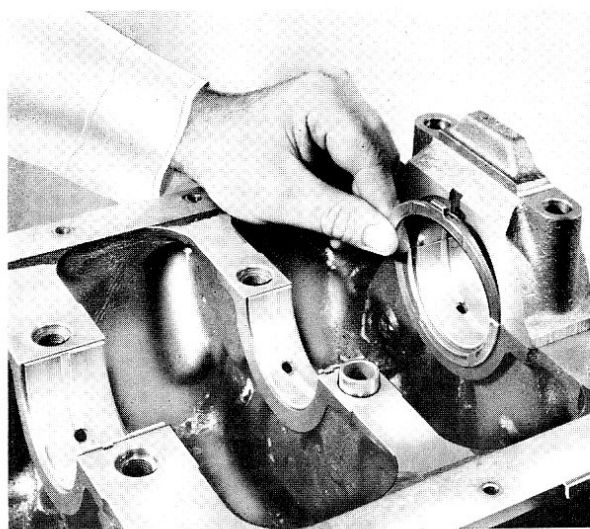

Fig. 26
- 3° Graisser légèrement, pour les maintenir, les cales supérieures de réglage de jeu en bout de vilebrequin [cales de jeu latéral (1)] et les mettre en place, **les rainures d'huile verticales orientées côté vilebrequin, la face en acier côté chapeau de palier et bloc-cylindres.**
- (1) Les cales de réglage de jeu existent à la cote réparation 0,17 mm.
cales inférieures de réglage de jeu en bout de vilebrequin (fig. 26) (1).